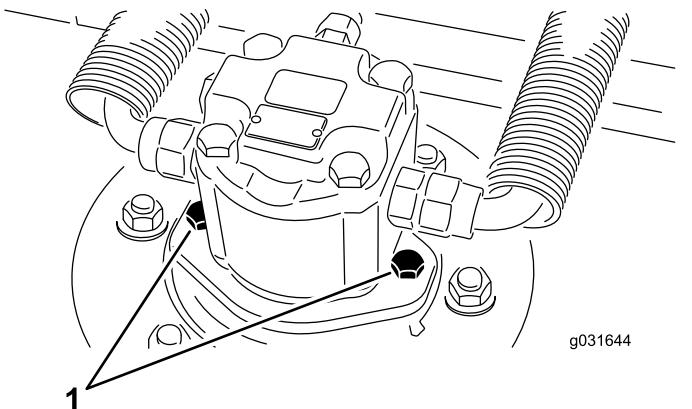

Figura 69
- Retire los tornillos de montaje del motor y desconecte y retire el motor hidráulico de la unidad de corte (Figura 69).
- Con los tornillos de montaje del motor hidráulico, instale el motor hidráulico en la unidad de corte (Figura 69).